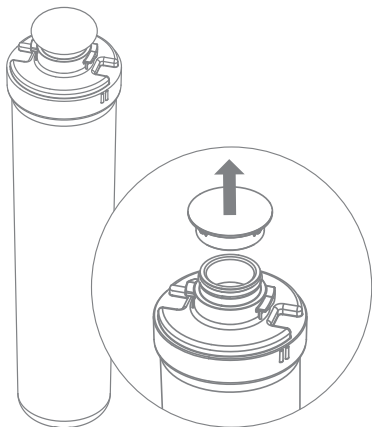

Рис. 4
1. Удалите заглушки с картриджей (рис. 4).